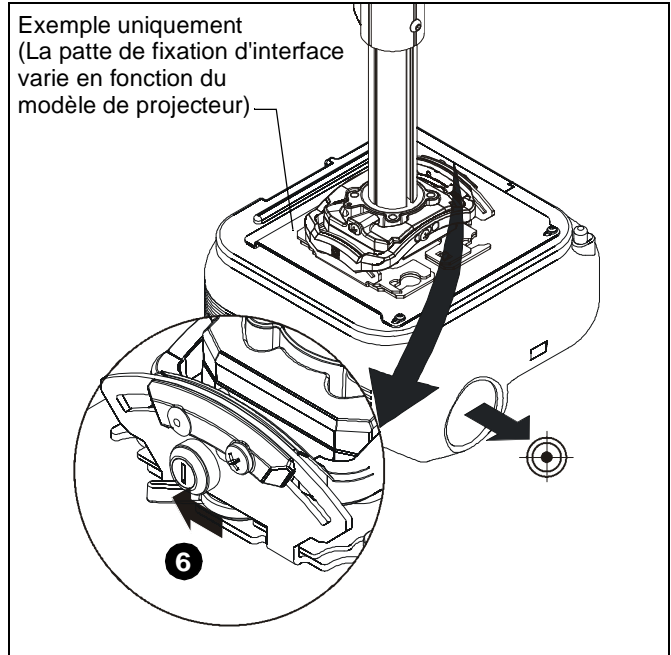

Figure 5
6. Mettez le levier de verrouillage en position « verrouillé ». (See Figure 5)